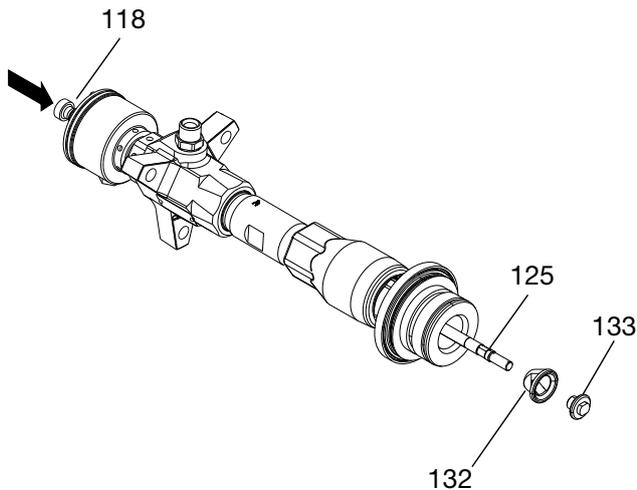

図 10
7. アッパー置換ロッド (118) を押して、ローシャフトアセンブリ (125) の平らな部分を露出させます。ローシャフトアセンブリ (125) の平らな部分を調整可能レンチを使って保持し、もう 1 本のレンチを使ってシャベル (133) を回してローシャフトアセンブリから外します。シャベルピストン (132) をスライドさせてロッドから離します。シャベルとアセンブリにすり傷、磨耗、その他の損傷がないか調べます。図 10。